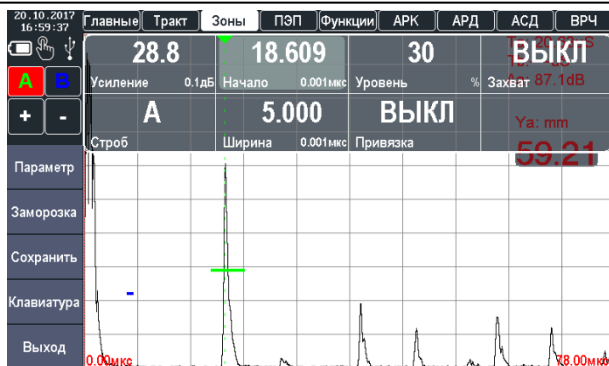

Рисунок 2.33 – Наведение строба А на сигнал от ближнего отражателя
5. Навести строб зона А на сигнал от ближнего отражателя (рис. 2.33).